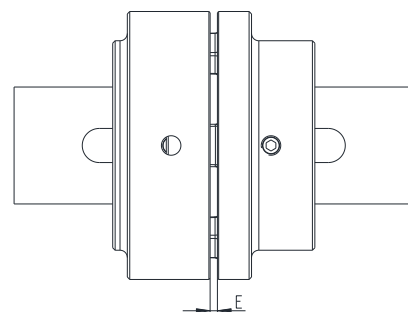

Fig. 8 : Montage de l'accouplement torsion
- Déplacer les ensembles axialement jusqu'à atteindre la cote E (voir fig. 8).
- Lorsque les unités sont déjà montées, la cote E doit être réglée par coulisement axial du moyeu à doigts et/ou du moyeu femelle sur les arbres (voir fig. 8).